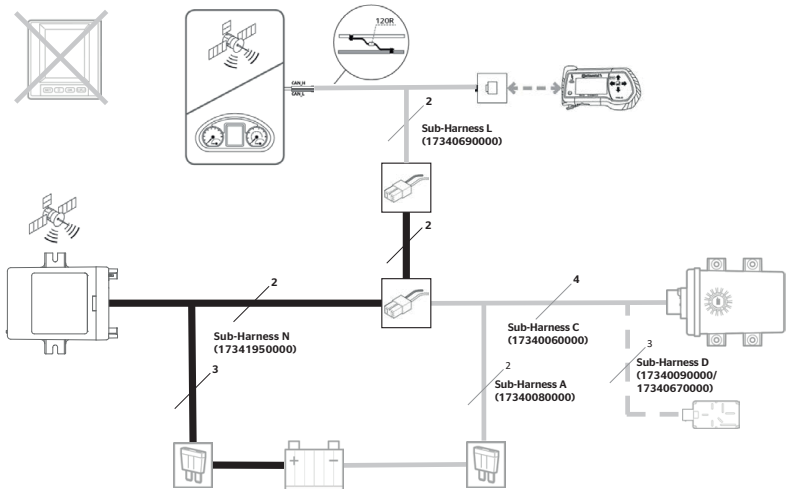

Fig. 2: Variert B
- ◆ Anslut kabelstammar N och L som visas på **"Fig. 2: Variert B"**